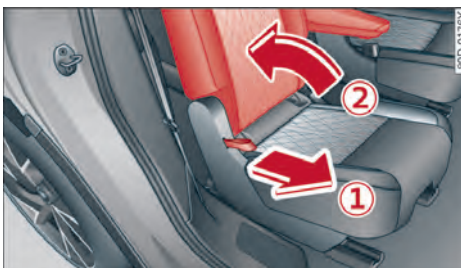

图 52 调节第二排座椅靠背
- 用一只手扶住右侧或左侧第二排座椅靠背，同时用另一只手拉起相应的拉环⇒图 52①。
- 克服弹簧力用手将第二排座椅靠背移到所需位置②。